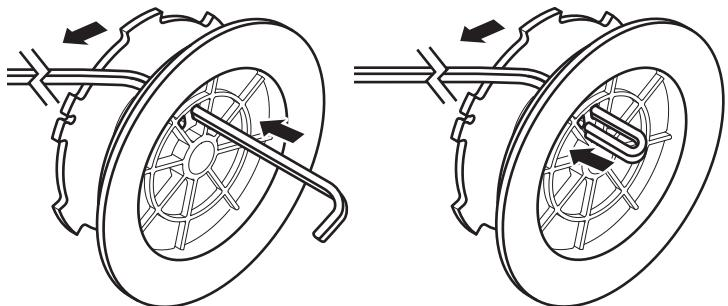

Fig. 32
- Inserte un extremo del hilo a través de uno de los dos orificios del carrete interno. Tire del hilo a través del carrete interior hasta que queden aproximadamente 4 pulgadas (10 cm) (Fig. 32).
- Inserte el extremo de la sección de 4 pulgadas dentro del orificio abierto del carrete interior y tire del hilo ajustando para que el lazo sea lo más pequeño posible (Fig. 32).